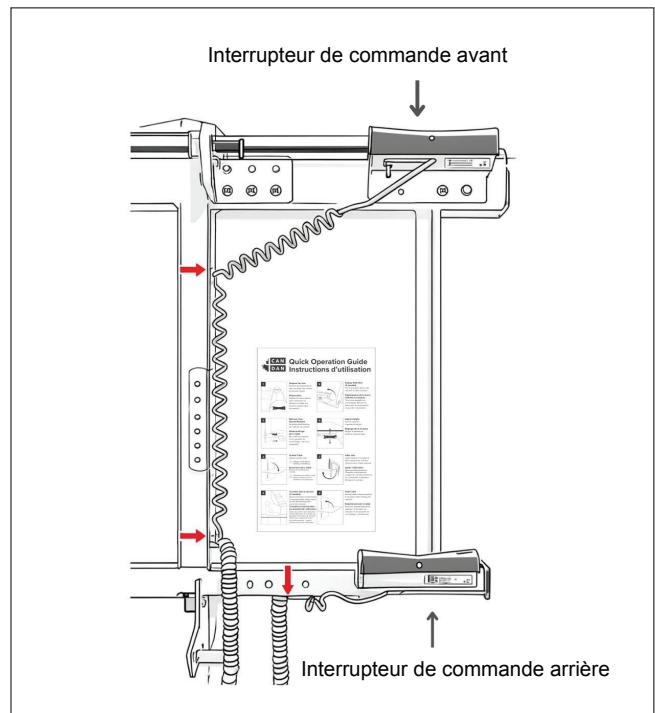

Figure 12 - Emplacement de montage de l'attache de câble (interrupteurs de commande avant et arrière)
- Utiliser les clips de câble préinstallés pour fixer le câblage de l'interrupteur avant au cadre de la table. Les trous prépercés sont marqués sur le cadre par une flèche rouge indiquant les emplacements de montage appropriés pour les clips (voir la figure 12).